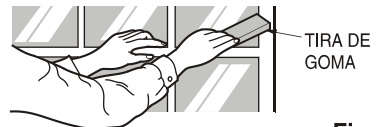

Fig. 8
8. Corte la tira de goma a la medida apropiada e introdúzcala entre la parte superior e inferior de la ventana. (Ver Fig. 8)